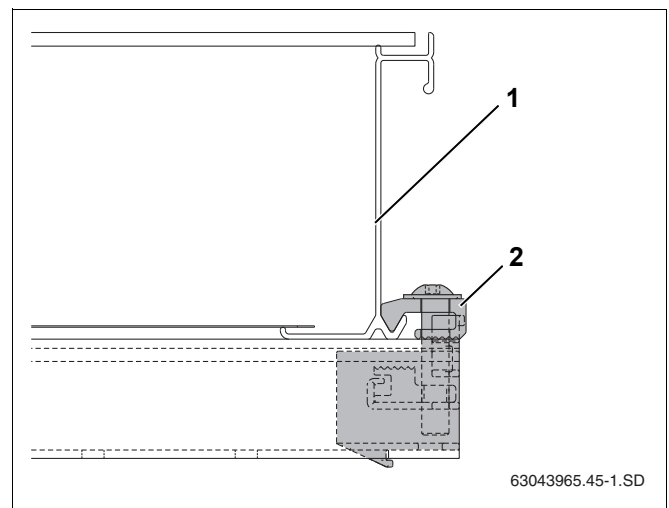

Рис. 46 Установленный односторонний зажим
- ▶ Осторожно сдвиньте коллектор (рис. 46, поз. 1) к одностороннему зажиму и выровняйте в горизонтальной плоскости.
- ▶ Ключом SW5 закрепите зажим (рис. 46, поз. 2).
Теперь прижим (рис. 46, поз. 2) находится в нижней кромке коллектора.